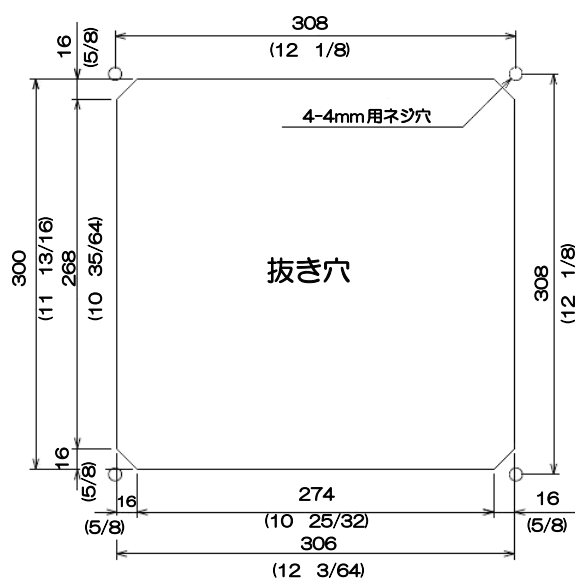

図 1.5 フラッシュマウント取り付け穴加工図
- (1) 設置場所に角穴をあけます。(図 1.5 参照)
- (2) 表示機前枠の四隅にあるプラスチック製のコーナーキャップを外します。(上に引き抜くと簡単に外れます)
- (3) 本体と角穴が合うか、ハメ合わせを確認します。不具合があれば角穴を修正します。
- (4) 電源用と送受波器用のコネクタを、それぞれ本体に接続します。
- (5) 表示機を設置する場所(角穴)にはめ込み、4mm のタッピングネジ(または M4 なべ小ネジ) 4 本で固定します。(4mm ネジは取り付け部の厚さに応じたネジを手配してください。)
- (6) (2) 項で外したコーナーキャップを取り付けます。